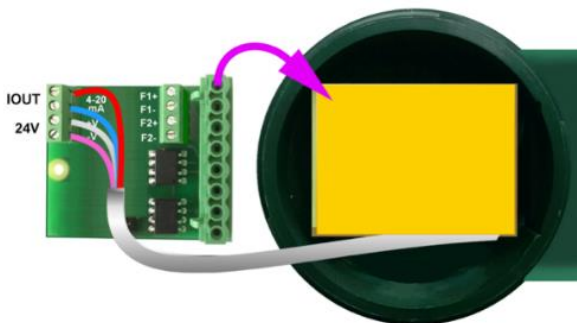

Рисунок 6. Подключение расходомера с токовым адаптером
- Выкрутив фиксирующий винт, аккуратно снять с внутреннего разъема токовый адаптер и перевернуть его клеммниками наружу, как показано на рис. 6.